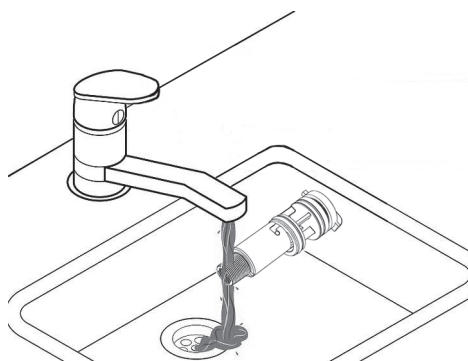
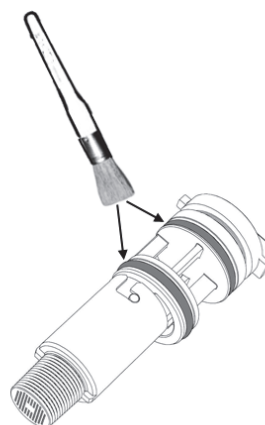

рис. 42
рис. 43
- Таким образом, можно очистить расходомер (см. рис. 42 и рис. 43) или заменить его компоненты.